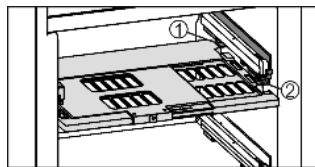

Fig. 16
- ▶ Sätta tillbaka fuktighetsregleringsplatta: Sätt i plattans takbrygga nerifrån i bakre stödet *Fig. 16 (1)* och lås framtill i hållaren *Fig. 16 (2)*.